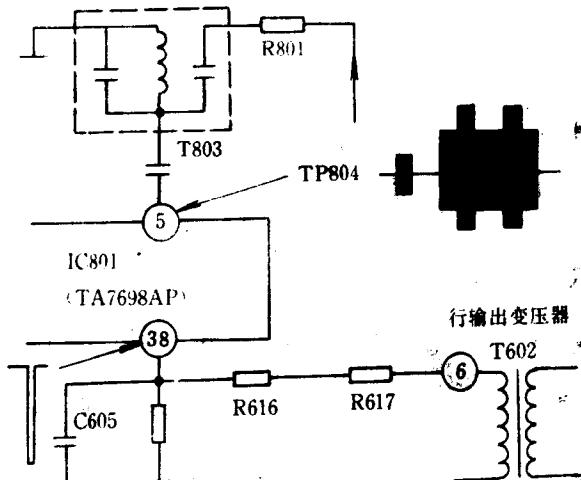

图 1-2-2 波形观察法
(2) 波形观察法
这是彩电维修中常用的方法,特别是在排除解码电路造成的无彩色故障时,用示波器来观察色度通道各点的波形,能很快找出故障所在,这是用万用表力所不能及的。例如排除飞跃 47C2-2 型机无彩色故障,可以参照图 1-2-2,用示波器测量 TP804 点波形(查 IC801-TA7698 的⑤脚)。正常情况应有 $0.9V_{P-P}$ 的色度信号输入,若没有信号波形,或波形不正常,说明带通网络出现故障,原因可能是 C802 或 T803 损坏。如果以上测量正常,则观察 TP802 点色同步信号波形,如没有或信号异常,接着要观察 IC801 的⑬脚可有行脉冲输入。如果这里没有脉冲输入,就应进一步跟踪追查从行输出变压器 T602 的⑥脚(行进脉冲输出脚)到 IC801 的⑬脚之间零件,如 C605、R616、R617 等有否击穿或开路。在跟踪追查中,发现波形在何处开始消失,就是故障所在部位。运用波形观察法,维修人员必须熟悉图纸,